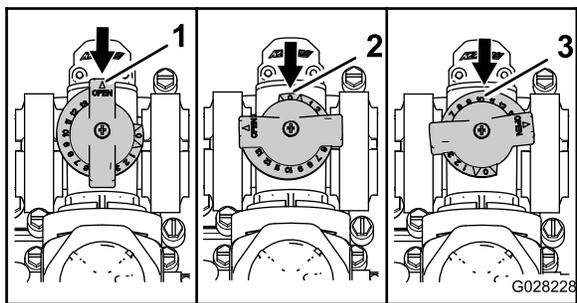

图49
- 图49 中所示为搅拌旁通阀处于完全“打开”位置。
- 图49 中所示为搅拌旁通阀处于“关闭（0）”位置。
- 图49 中所示为搅拌旁通阀处于“中间”位置（经打药车系统压力表进行调节）。